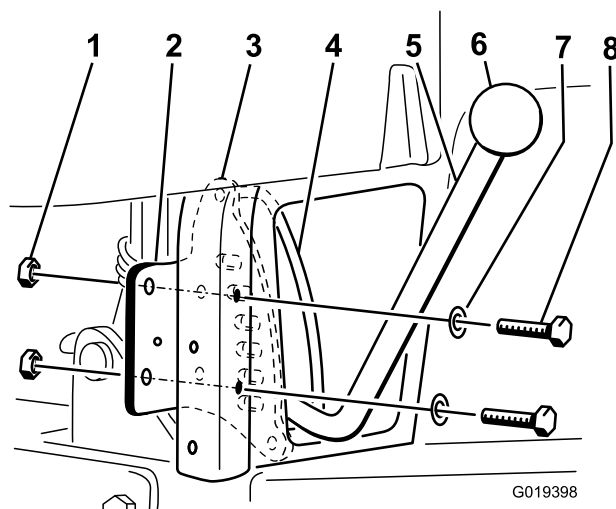

Figura 3
Nota: La maniglia deve passare tra la piastra di arresto e la propria guida (Figura 3).
7. Montate la piastra di arresto sulla parte posteriore del tubo verticale posteriore destro del telaio mediante 2 bulloni (5/16 x 2-1/4 poll.), 2 rondelle e 2 dadi di bloccaggio (5/16 poll.) (utilizzate le rondelle e i dadi di bloccaggio rimossi al punto 4). Posizionate i componenti come illustrato in Figura 3.
8. Avvitare la manopola sulla maniglia di sollevamento (Figura 3).